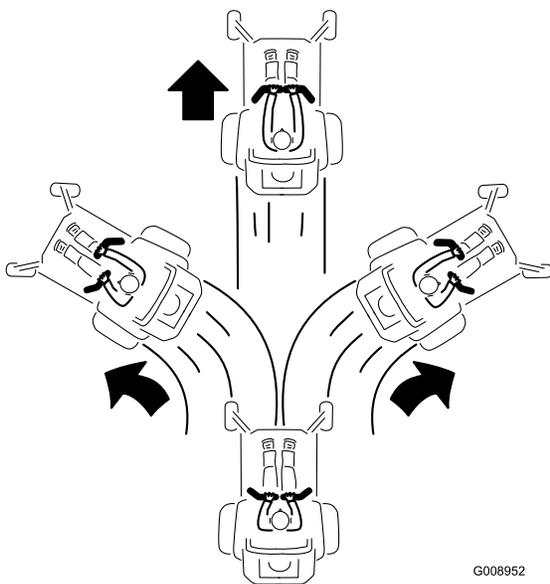

Рисунок 25
2. Для перемещения вперед нажмите на рычаги управления движением вперед (**Рисунок 25**).